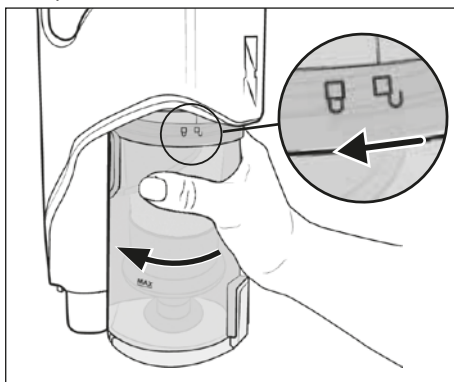

Abb. 18
- 1) Um den Staubbehälter **7** vom Gerät zu entfernen, drehen Sie ihn in Richtung des Symbols  (öffnen), bis er sich vom Gerät lösen lässt (siehe Abb. 18).